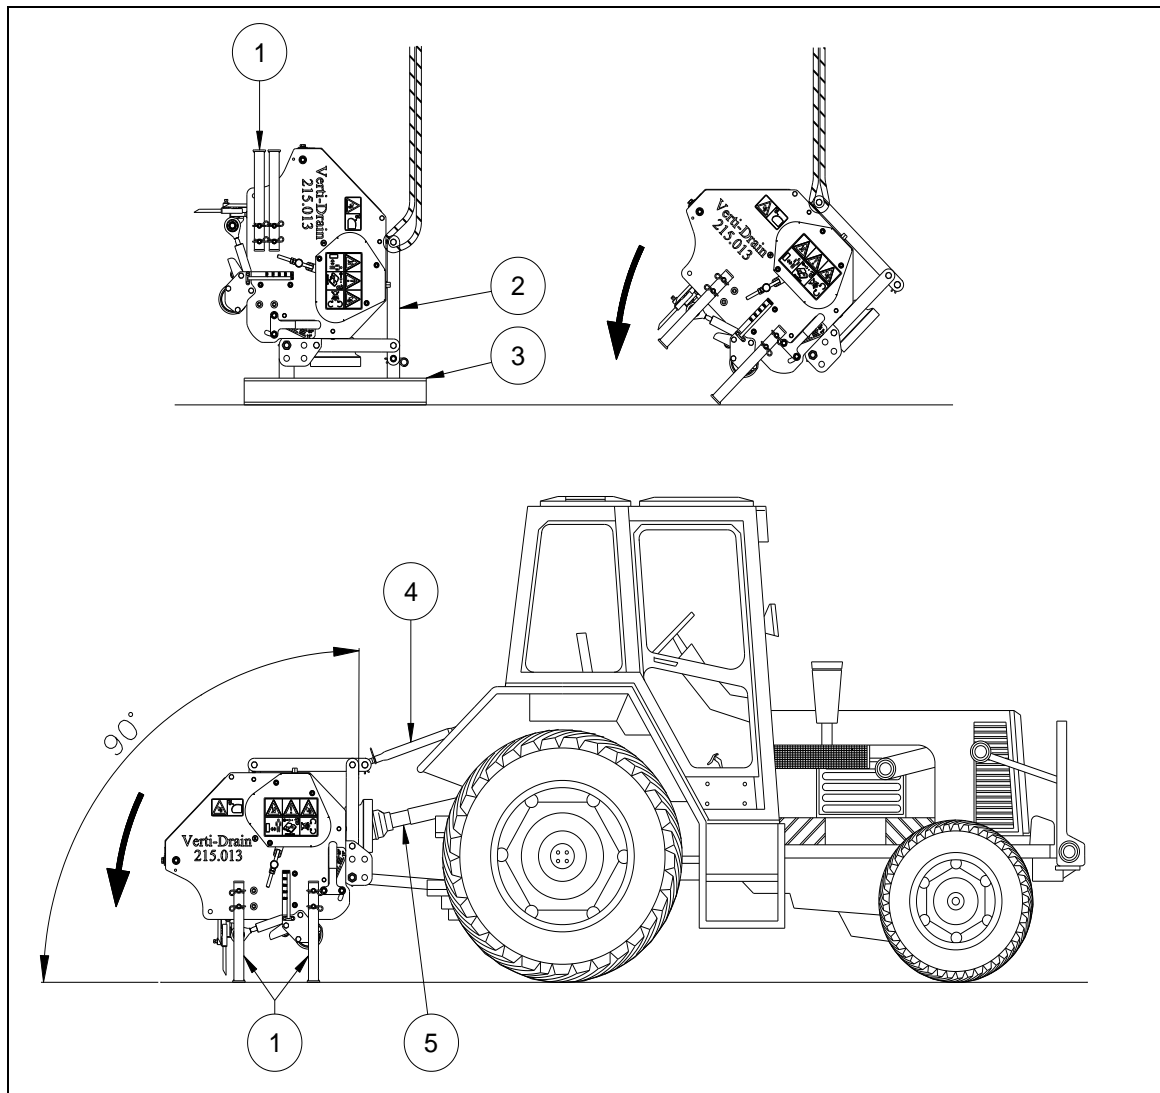
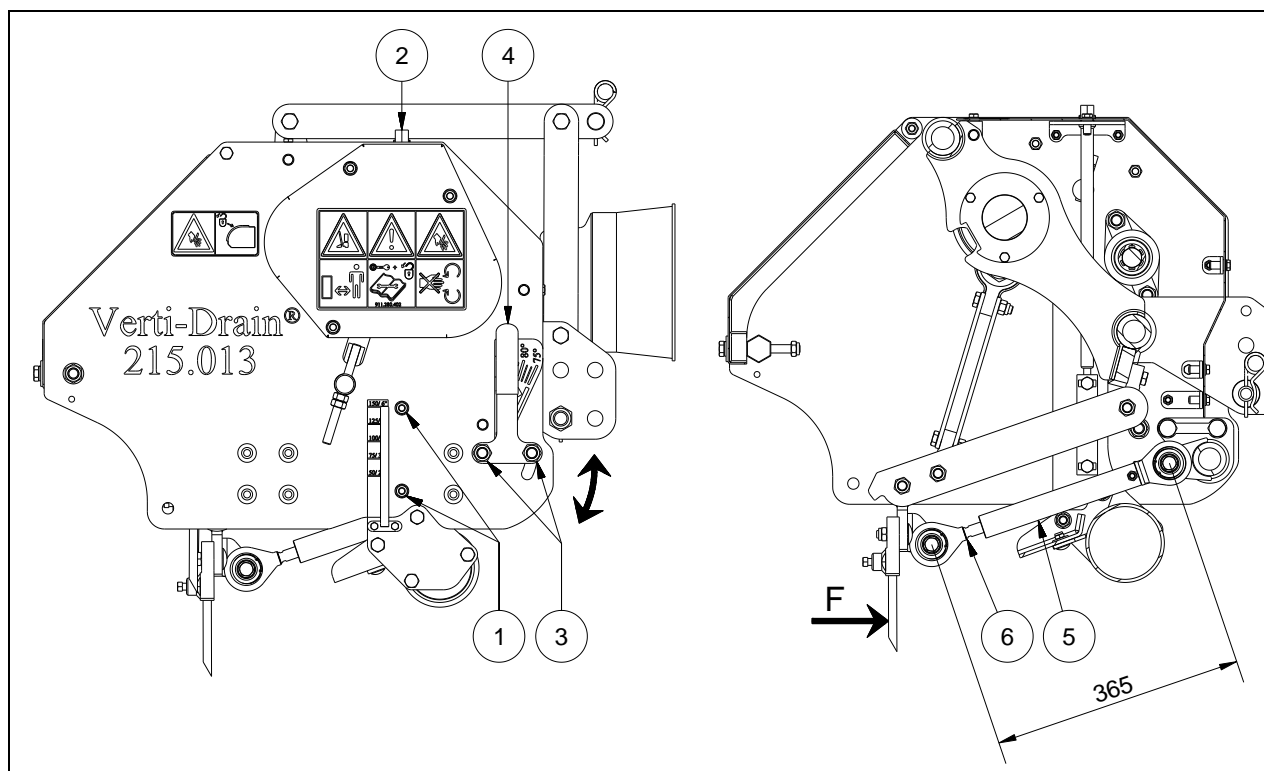

Fig. 8
Fig. 10
A máquina deverá estar em posição vertical sobre a paleta. Para remover a paleta e colocar a máquina em posição horizontal no solo, proceda como indicado a seguir (veja fig. 8):
Para ajustar a profundidade de trabalho (veja fig. 10):
Todos os pinos podem ser ajustados ao mesmo tempo para deste modo aumentar ou diminuir o ângulo de enroscamento. Para ajustar o ângulo de enroscamento (veja fig. 10):
1. Desenrosque as porcas (3) do ajustamento do ângulo, girando uma vez.
2. Enrosque os pinos usando a alavanca (4) no ângulo de enroscamento desejado.
3. Enrosque novamente as porcas (3) do ajustamento do ângulo.
- Com 90 graus, os pinos irão somente directamente no solo se a máquina for instalada correctamente, veja fig. 8. Se não for instalada correctamente, poderá ocorrer uma força F, veja fig. 10, que provoca danos na máquina.
- O comprimento da haste de reboque (5) composta deverá ser de 365 mm (14,4”), que poderá ser calibrada usando espaçadores (6).
- Se o Verti-Drain® não for montado correctamente atrás do tractor, veja fig. 8, alguns ângulos da tomada de potência poderão causar vibrações na linha de accionamento da máquina. Estas vibrações poderão danificar a máquina e os furos no solo.